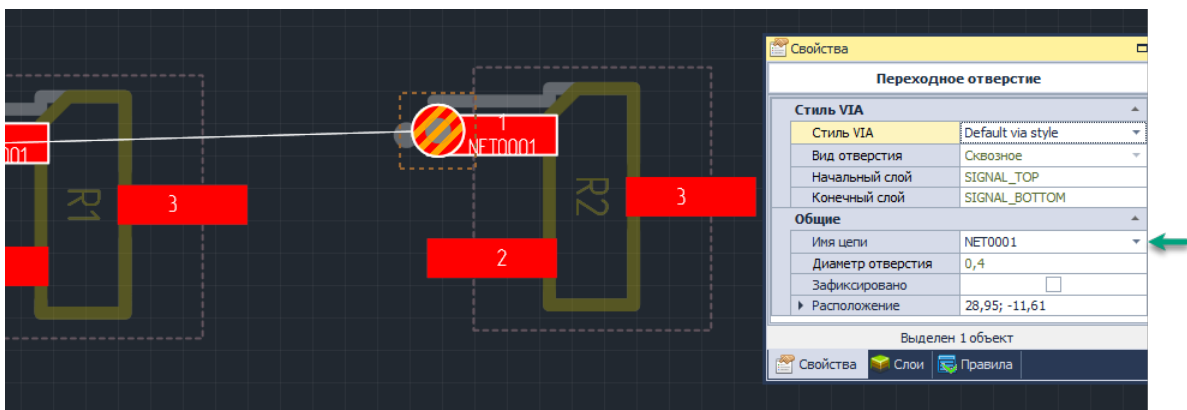

Рис. 136 Размещение ПО на КП без начала трассировки
- Размещение ПО на КП. Не начиная трассировку, размещаем ПО с помощью инструмента «Разместить переходное отверстие». При таком размещении ПО входит в состав цепи, к которой относится контактная площадка, см. Рис. 136.